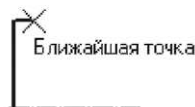

Рисунок 3.4 Результат побудови двох відрізків контуру ролика в збільшеному масштабі й початок побудови третього відрізка
– установіть покажчик миші в кінцевій точці другого горизонтального відрізка. З'явиться повідомлення **Ближайшая точка** (рис. 3.4).